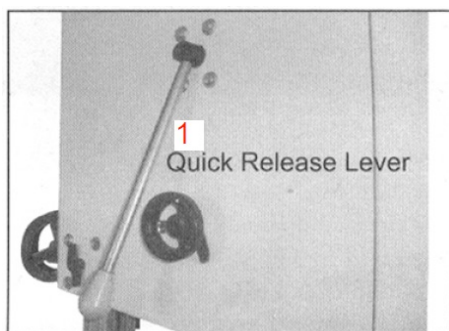

Рис. 14: Рычаг быстрого ослабления натяжения полотна пилы
- c) Снять натяжение полотна поворотом рычага быстрого ослабления натяжения полотна (рис. 14) по часовой стрелке.
- f) Натянуть новое полотно поворотом рычага быстрого ослабления натяжения полотна (рис. 14) против часовой стрелки и проверить траекторию движения полотна. Полотно должно проходить по центру шкива. Подробнее см. п. «Регулировка траектории движения полотна пилы».